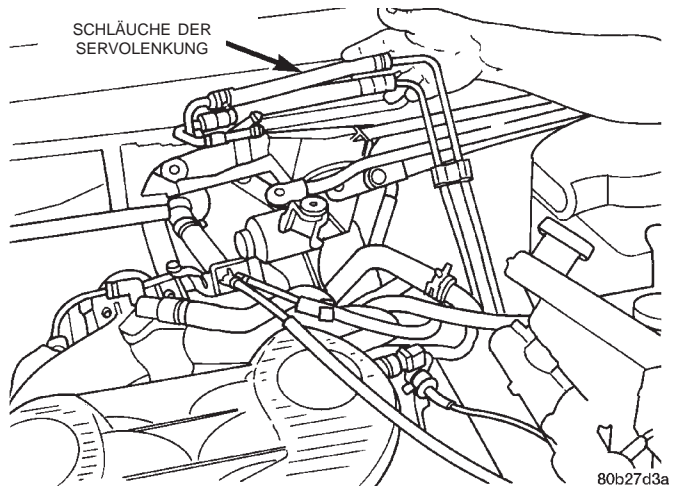

Abb. 31 Schläuche der Servolenkung aus-/einbauen
(25) Fahrzeug absenken.
(26) Die Schläuche der Servolenkung von der Rückseite des Motorraums her aus dem Fahrzeug ausbauen (Abb. 31).